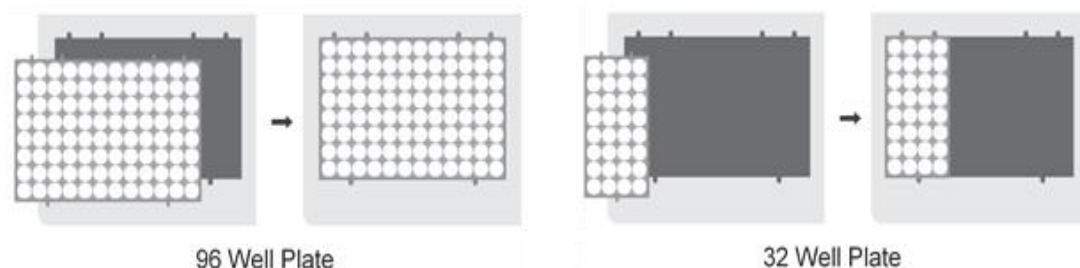

Figura 4: Posición de las placas de 96 o 32 pocillos en el cargador de placas.
5. Coloque la placa de extracción en el cargador de la placa. Tenga en cuenta que las cavidades de plástico deben encajar en sus posiciones (Figura 4).